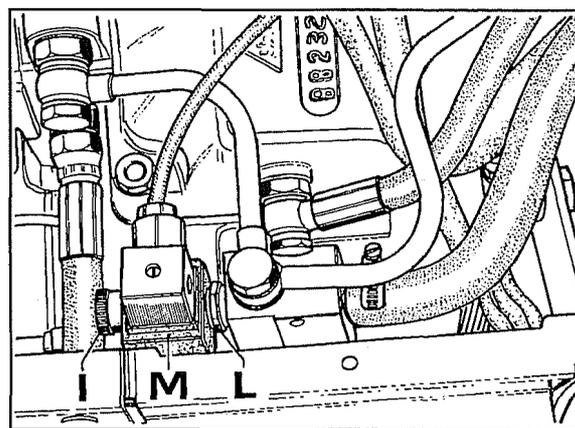
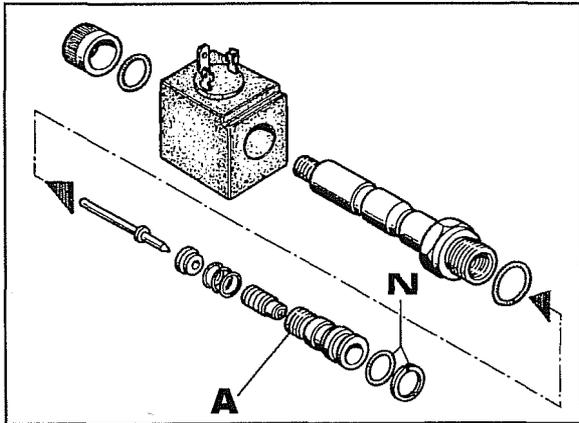

Fig. 19
Fig. 20
1. Desserrer la bague I fig.19 pour permettre le déplacement de la bobine M afin de pouvoir desserrer l'écrou L fig.19 du solénoïde avec une clé, puis dévisser et sortir le groupe. La figure 20 montre en détail les composants du solénoïde qui doivent être lavés, soufflés avec de l'huile du même type avant d'être remontés.
- a. Remonter la bobine M fig.19 sur le solénoïde.
- Vérifier l'intégrité des anneaux d'étanchéité N fig.20.
- En remontant le cylindre A (fig. 20) utiliser quelques gouttes de Loctite sur le filetage, afin de pouvoir doser le serrage et permettre un meilleur réglage de coulissement de la pointe à laquelle il est fait référence dans l'opération d. A titre indicatif, après avoir vissé à fond le cylindre, le dévisser d'environ un tour et demi.